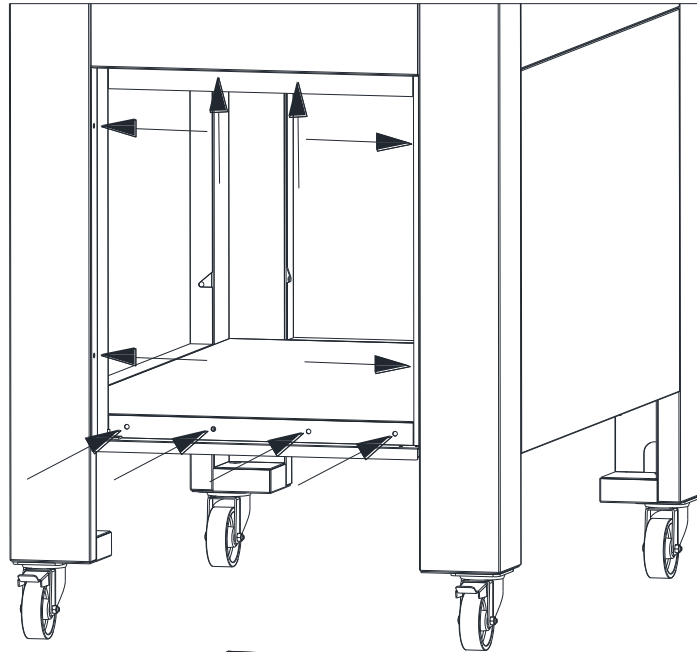

Fig.3
- 3- Fissare i traversi di supporto porte alle gambe, al ripiano e alla traversa frontale del basamento con le viti presenti sulle gambe (Fig.3).